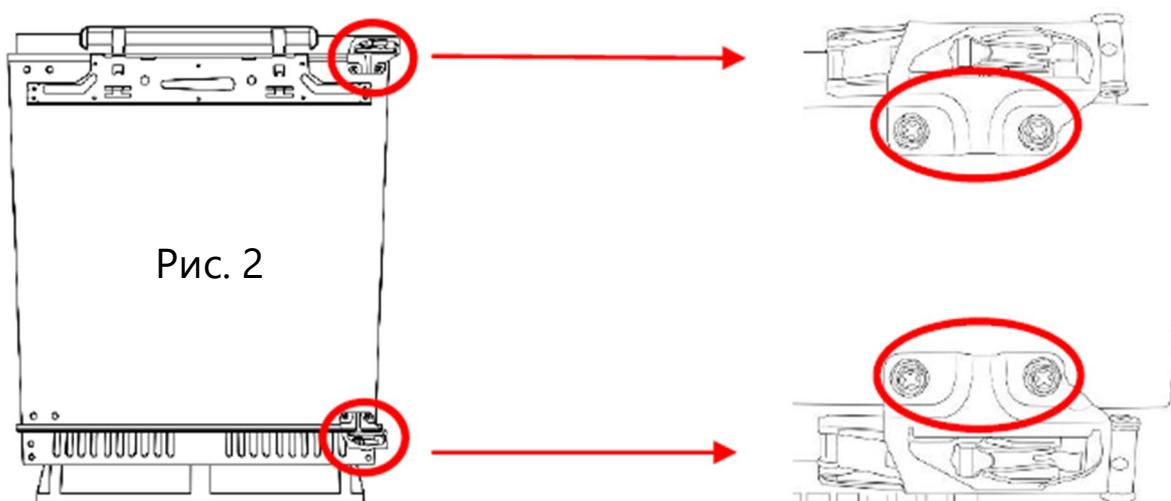

Рис. 2
**2.** При закрытой двери снимите винты с верхней и нижней петель, которые удерживают дверь прибора на петлях. Сначала снимите винты с верхней петли, потом с нижней (Рис.2).